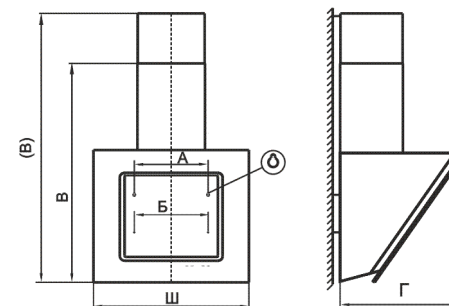

рис. 2
Навесьте вытяжку через отверстия типа «замочная скважина» (размер «А», рис. 2) и дополнительно закрепите ее двумя самонарезающими винтами 6x50 мм (размер «Б»).
- вверните два самонарезающих винта 6x50 мм (размер А, рис. 2).